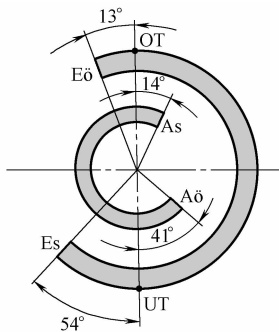

图 4-11
48. 图 4-11 所示的进气门的气门开启角度  $\alpha_E$